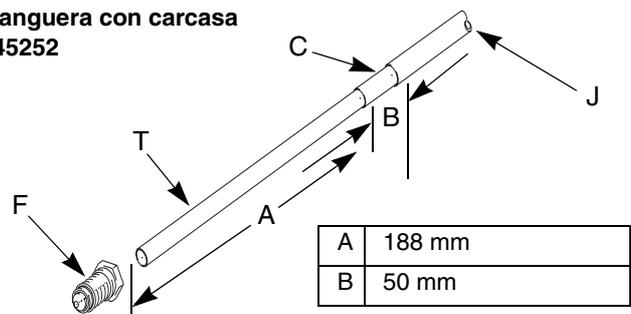

Fig. 4. Dimensiones de la manguera para suspensiones acuosas (en la pistola)
2. Para que la manguera de fluido encaje correctamente, debe estar pelada y montada según las dimensiones de FIG. 4. Introduzca el tubo interno (T) en el racor (F) hasta el fondo. Se suministra una manguera de fluido en suspensión acuosa correctamente montada según estas dimensiones.